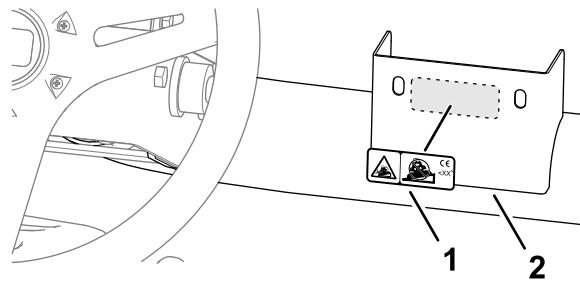

Рисунок 35
1. Начисто протрите кронштейн рулевого рычага спиртом и дайте кронштейну высохнуть (Рисунок 35).
2. Снимите подложку и приклейте наклейку СЕ с предупреждением об опасности наклона к кронштейну (Рисунок 35).